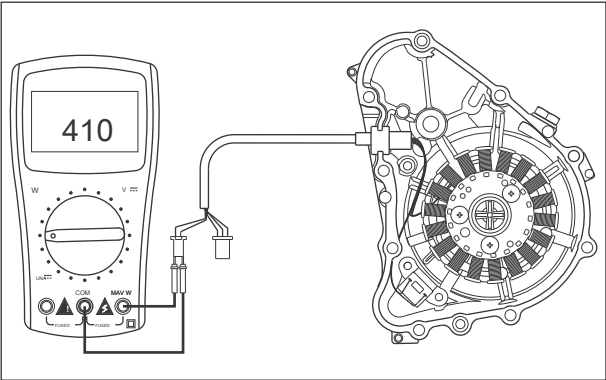

Fig. 5.9
- ▮ Conecte probador de bolsillo " + ve conducir al marrón alambre (Br) de la bobina de pulsar y '-ve' conducen a cable blanco (W) de la bobina de pulsar. (Fig. 5.9)